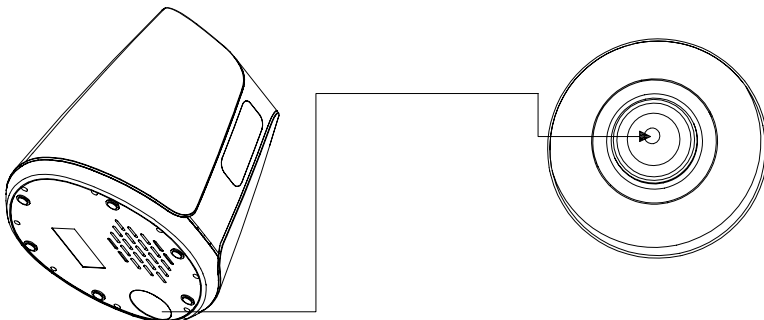

Fig.12
- Para llenar el depósito de agua: (Fig 12)